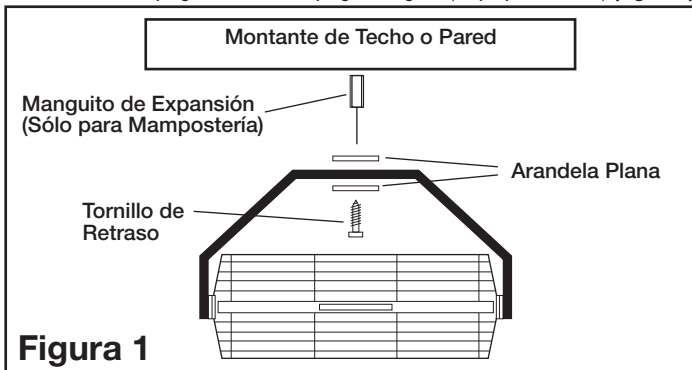

Figura 1
1. **ESTRUCTURAS DE MADERA:** Localice el montante de pared o techo más cercano a la ubicación deseada para el ventilador. Una el ventilador al montante, usando uno tornillo de retraso de 5/16 pulg de diámetro x 2 pulg de longitud (no proporcionados) (Figura 1).
3. **ESTRUCTURAS DE MAMPOSTERÍA:** Fijar el ventilador con un tornillo tipo tirafondo de 3/8 pulg, con manguito de expansión de longitud adecuada (no suministrado) (Figura 1).